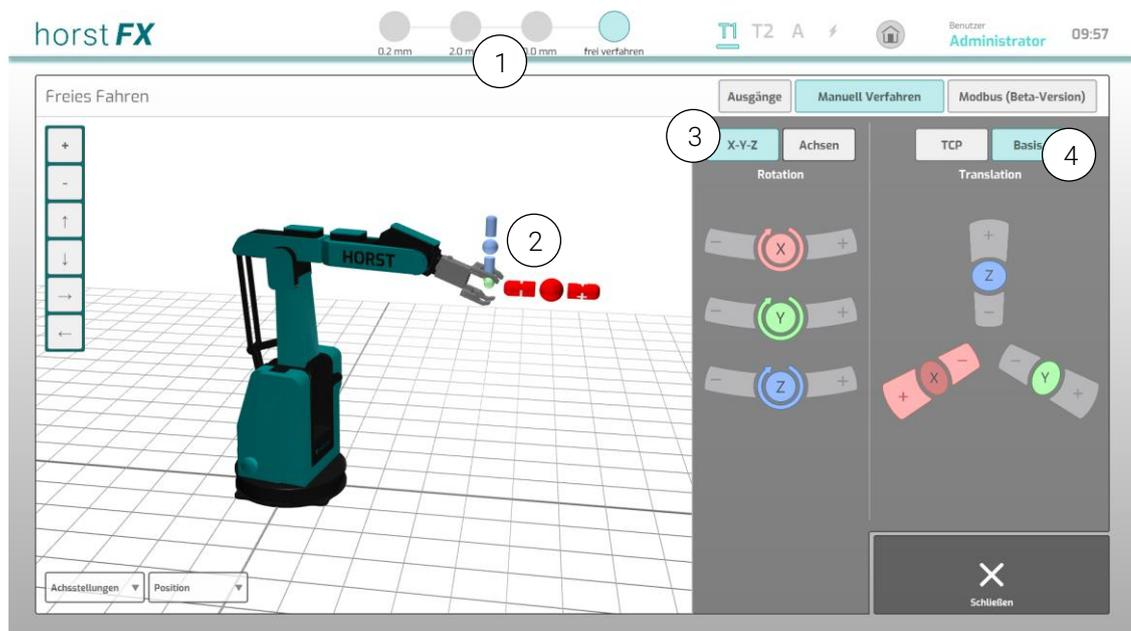

Abb. 5-3: Menü Freies Fahren – X-Y-Z – Basis
In der Menüleiste (Abb. 5-3) (1) lässt sich einstellen, wie weit der Roboter bei gedrücktem **+** oder **-** Button verfährt. Im **Jogging-Modus** (Schrittweise in Millimeter) oder kontinuierlich im Modus **frei verfahren**.
Um die Bewegungsrichtungen zu veranschaulichen, wird das gewählte Koordinatensystem immer am Robotermodell mit den entsprechenden Achsfarben dargestellt (Abb. 5-3) (2). Hierbei liegt der Ursprung des dargestellten Koordinatensystems im TCP (Tool Center Point) des Robotermodells.